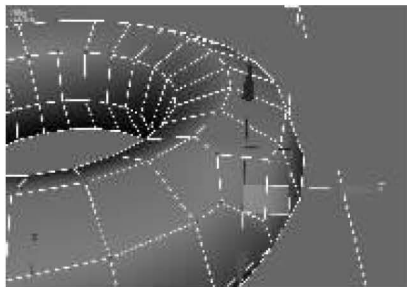

图 7-31 “挤出顶点”对话框
- 挤出:单击该按钮,可以沿着法线方向移动顶点来创建一个新的对象,如图 7-30 所示。单击“挤出”按钮右边的“设置”按钮,可以在弹出的“挤出顶点”对话框中框设置挤出的高度和基面宽度,如图 7-31 所示。